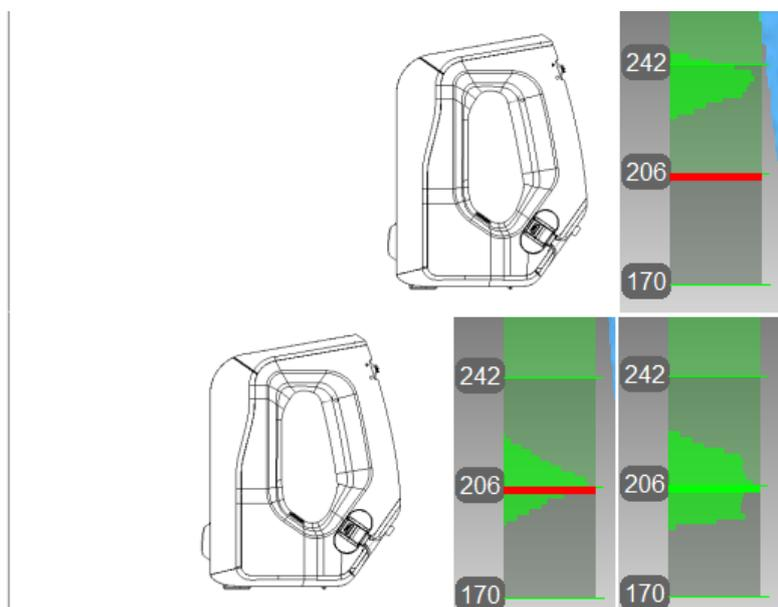

Abbildung 132: Position und zugehöriger Abstand des Artec Spider Scanners von der Messbereichs-Anzeige.
7. Den Scanner langsam auf die ebene Fläche zu bewegen, so dass der Spitzenwert im Histogramm mit der roten Markierung in der Messbereichs-Anzeige übereinstimmt (siehe Abb. 132).